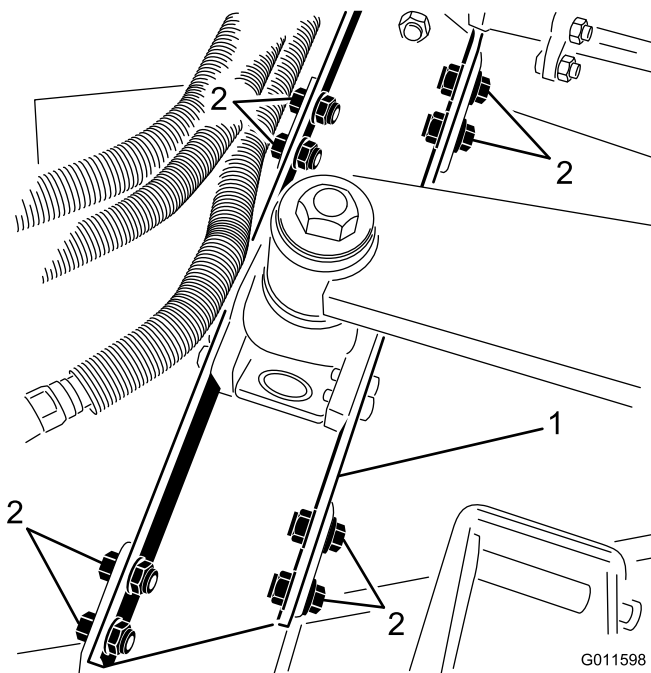

Figure 4
2. Retirez les 8 boulons, rondelles et contre-écrous qui fixent le support de bras de levage aux supports du plateau de coupe (Figure 4).